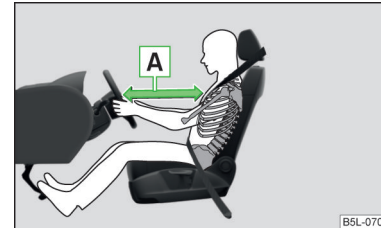

Abb. 9
- Für den Fahrer und Beifahrer ist es wichtig, einen Abstand von mindestens 25 cm zum Lenkrad bzw. zur Schalttafel einzuhalten » Abb. 9 - A. Wenn Sie diesen Abstand nicht einhalten, kann Sie das Airbag-System nicht schützen - Lebensgefahr! Außerdem müssen die Vordersitze und die Kopfstützen immer der Körpergröße entsprechend richtig eingestellt sein.